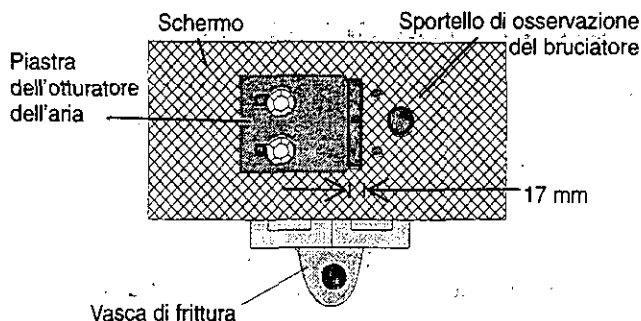

Figura 4
- b. Regolare la piastra dell'otturatore dell'aria sullo schermo del soffiante per ottenere la fiamma di colore arancione-rosso sul bruciatore. Consultare la figura 4.